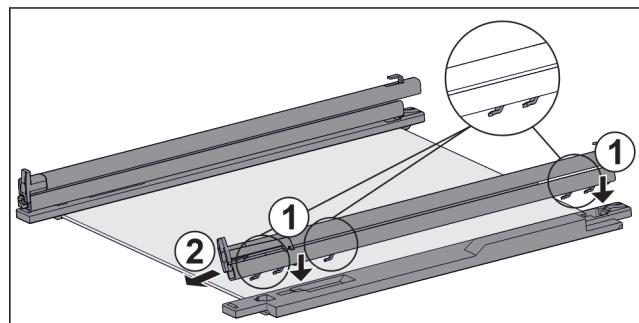

Fig. 46 Стеклянная пластина с направляющими и крепежными элементами
- Поместите крючки направляющей в отверстия **левого** крепежного элемента. Fig. 46 (1)
► Потяните направляющую вперед. Fig. 46 (2)
► Поместите крючки направляющей в отверстия **правого** крепежного элемента. Fig. 46 (1)